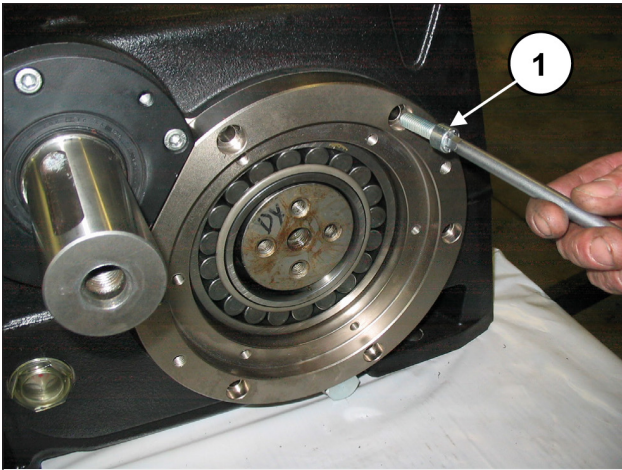

Fig. 74
Visser les couvercles de support de coussinet à l'aide de 6+6 vis M10x30 (rep. ①, Fig. 74).